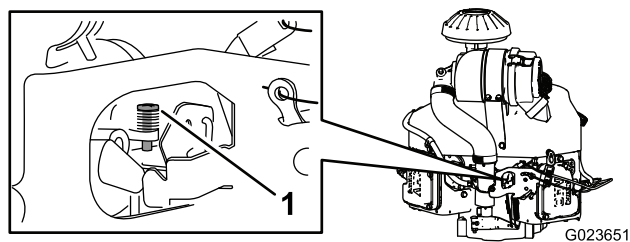

Figure 68
- Ajustez la vis d'arrêt sur le carburateur (Figure 68) pour régler le régime de ralenti entre 1 350 et 1 550 tr/min.